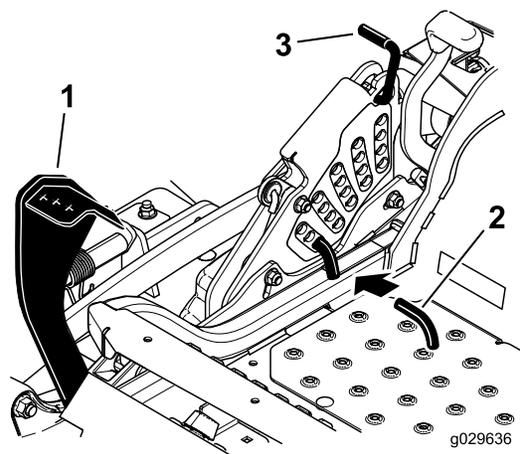

Figure 93
5. Enfoncez la pédale de levage du tablier de coupe au maximum pour verrouiller le tablier à la position de transport de 14 cm (5,5 po) (Figure 93).